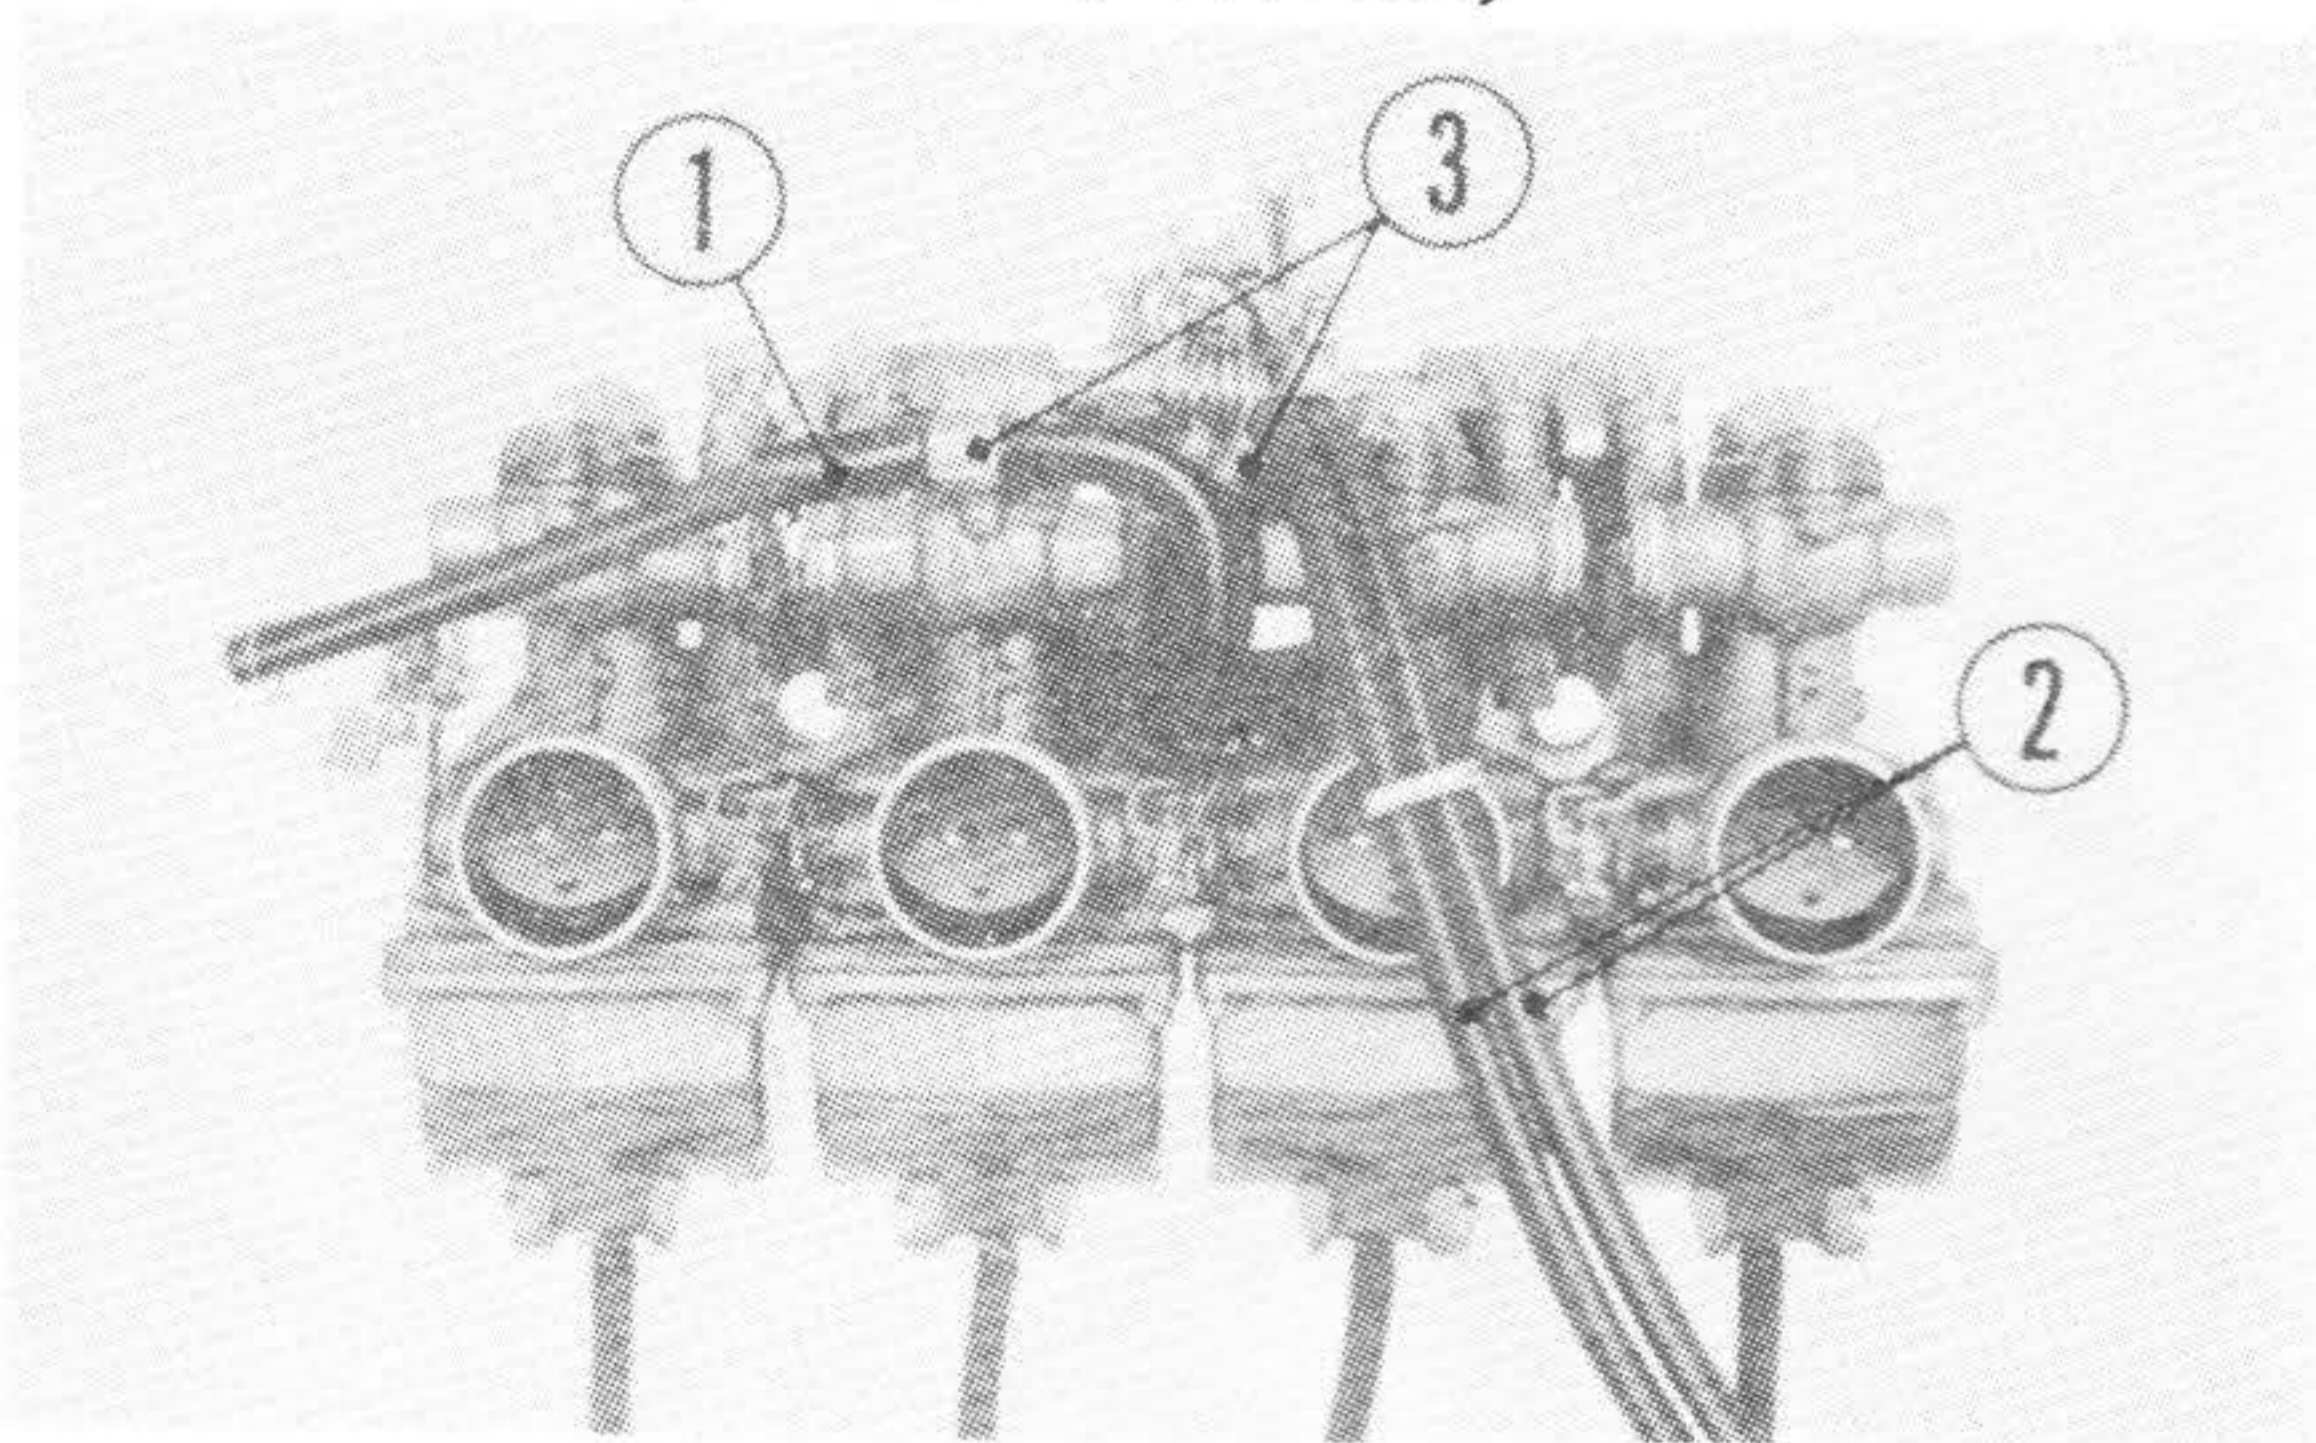

図 97 ①フューエルチューブ ②フューエルチューブ (3.5×600) ③クリップ
5. キャブレターの各チューブは図97に示すように取付ける。